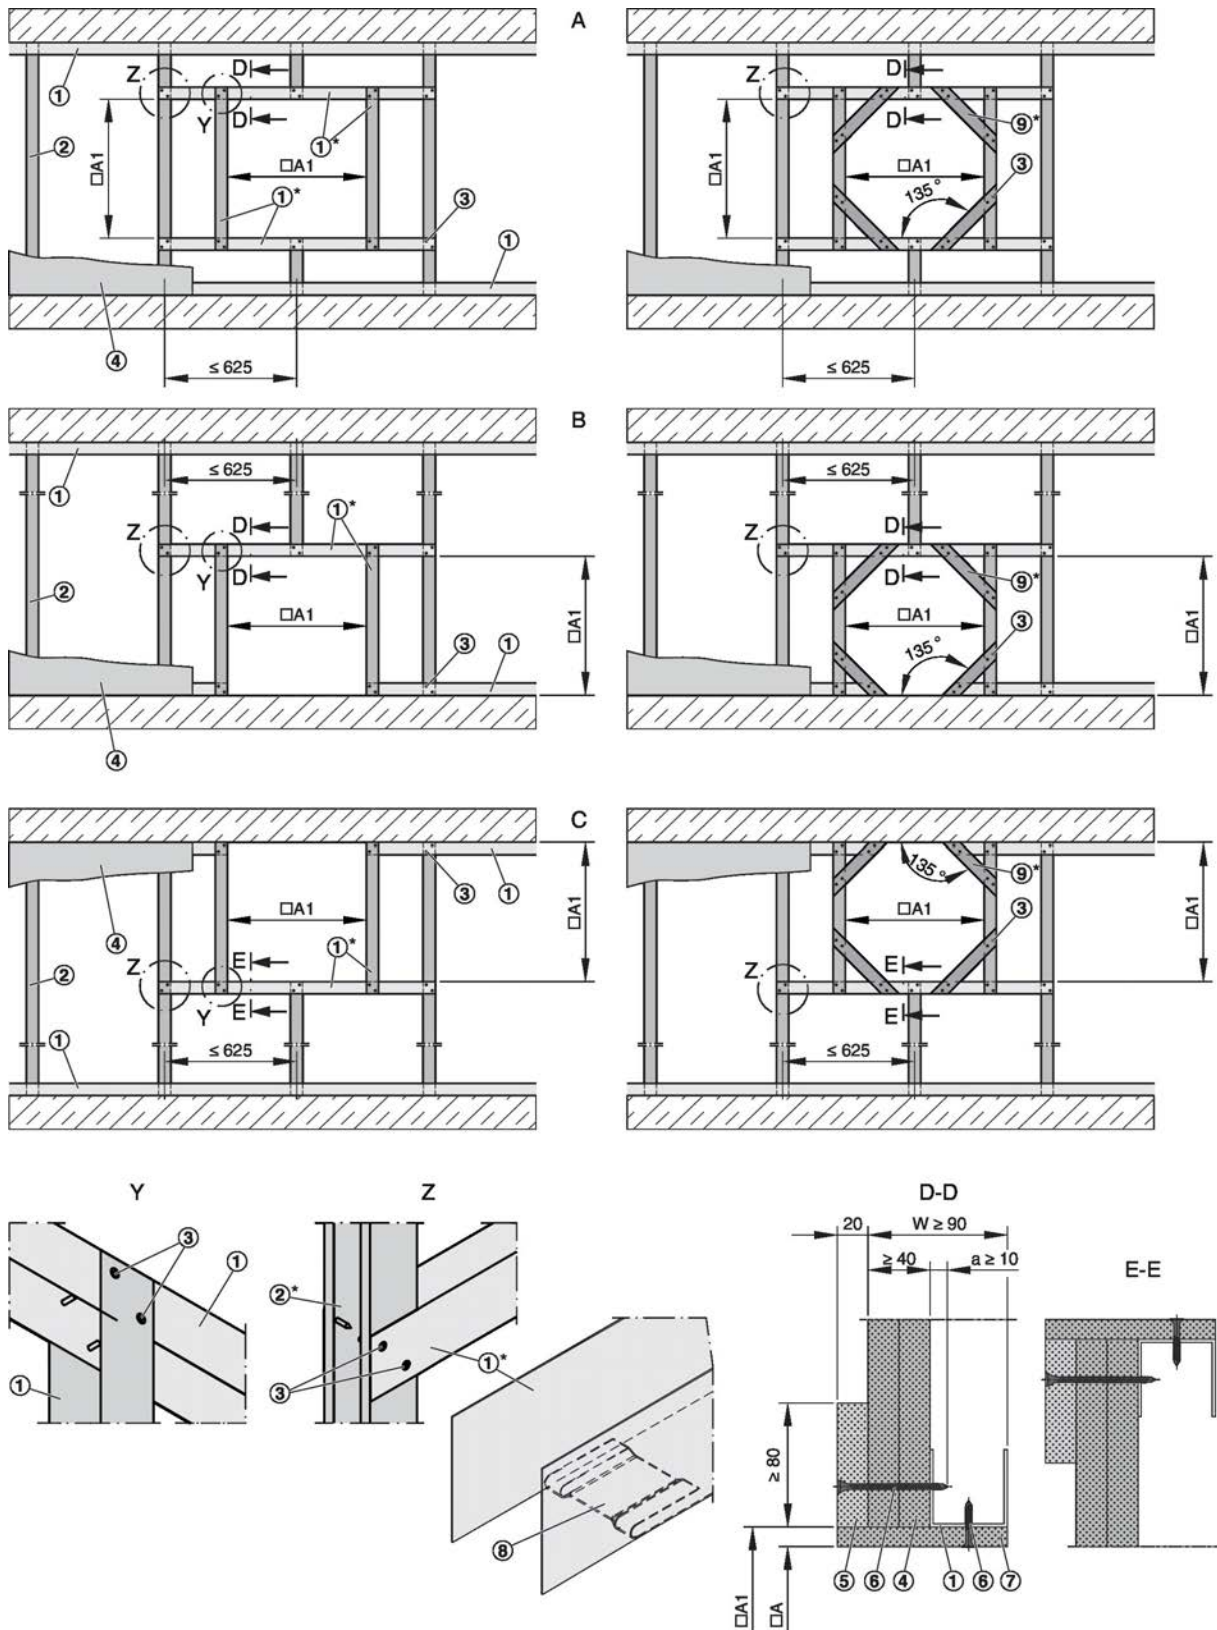

Fig. 40: Murs à gaine avec structure portante métallique et habillage d'un côté
- Monter le mur à gaine conformément aux instructions du fabricant et créer une ouverture, Voir la Fig. 40